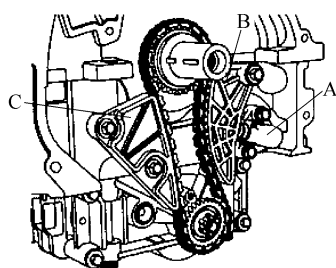

图 8-21 拆卸平衡轴链条
3) 如图 8-21 所示, 拆卸平衡轴链条张紧器(A)。
4) 如图 8-21 所示, 拆卸平衡轴链条张紧器(B)。
5) 如图 8-21 所示, 拆卸平衡轴链条导板(C)。